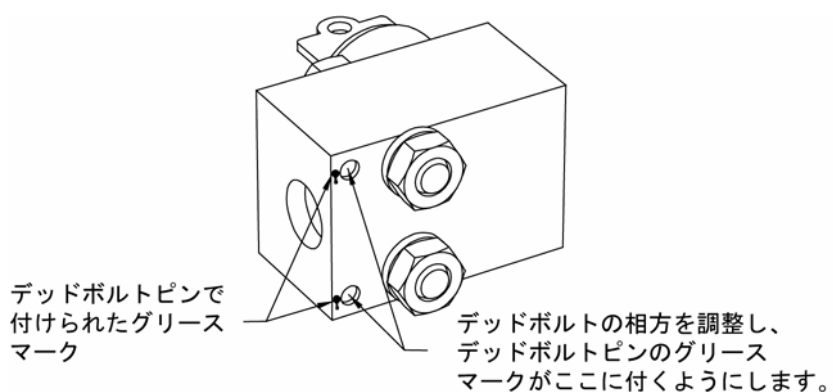

図 4.1 ドア取付けのデッドボルトの相方
3. 盤のドアを開け、キーアセンブリを検査します。デッド・ボルト・ピンの相方上に色付きのペーストを塗ります。黄色のトルクシーラントを勧めますが、なければ別のグリースでも代用できます。その場合、グリースの種類は問いません(図 4.1参照)。
4. 盤のドアを閉じて止めボルトを締め、デッド・ボルト・アセンブリとその相方を接触させます。これにより、相方に塗ったペーストまたはグリースの面上に、デッド・ボルト・アセンブリ上のピンが接触した2つの跡がつけられます(図 4.1を参照)。